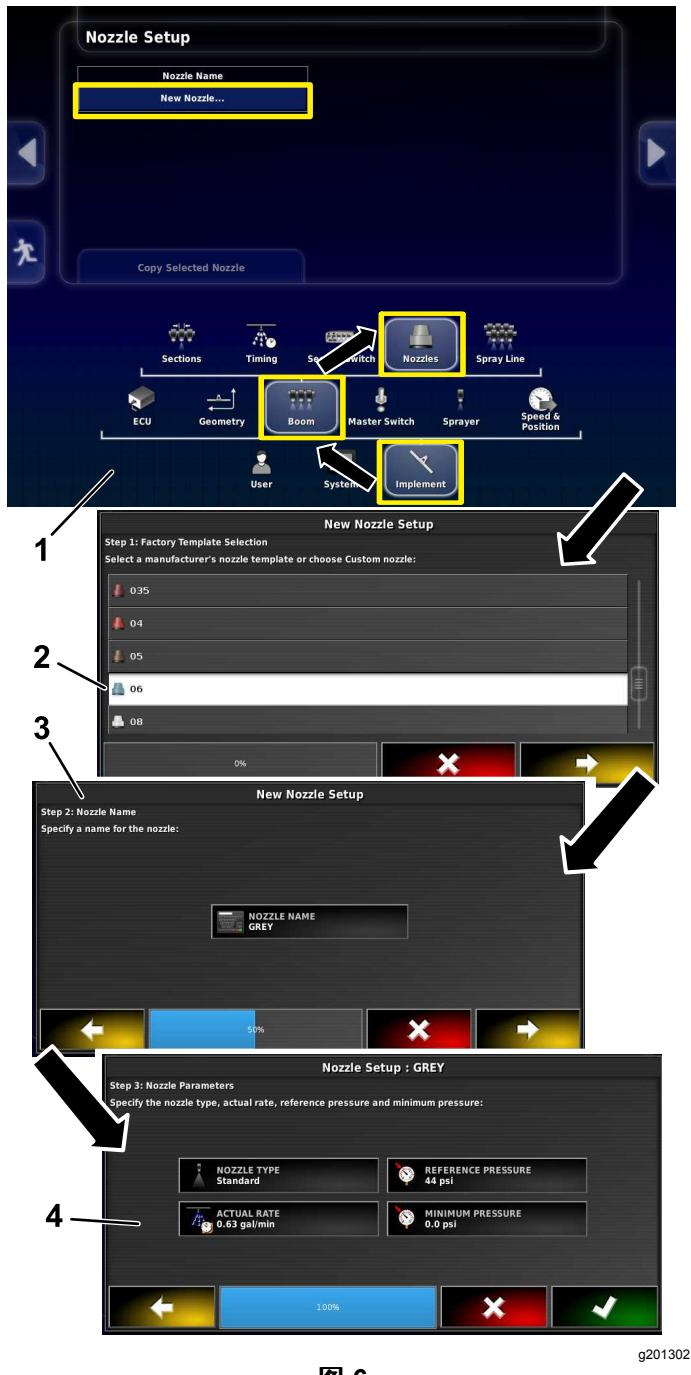

图 6
2. 选择实施图标、喷洒臂图标和喷嘴图标图 6。
3. 选择屏幕顶部的新喷嘴图标图 6。
4. 根据尺寸和颜色选择喷嘴图 6。
5. 按喷嘴名称图标图 6。